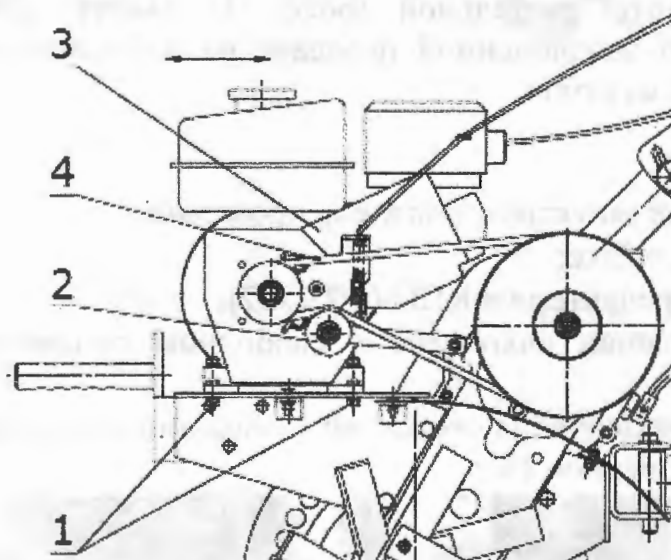
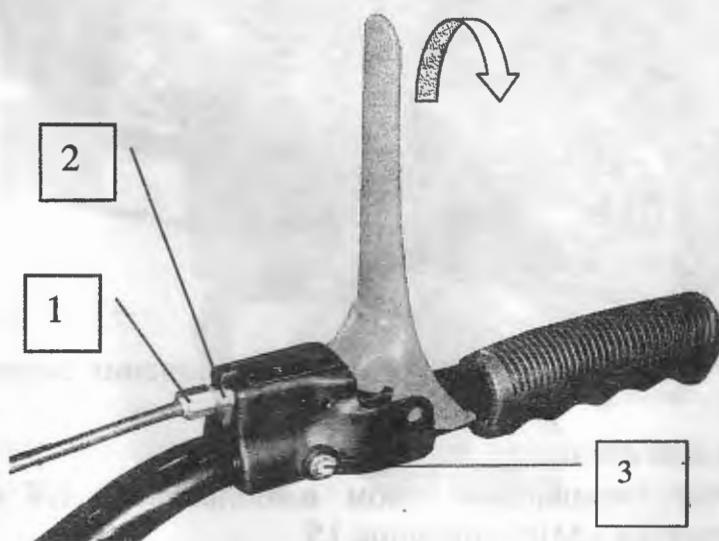

Рисунок 12 – Регулировка клиноременной передачи
Рисунок 13 – Механизм управления сцеплением.
Предварительно вывернув гайки крепления кожуха сцепления 17 (рисунок 4), снимите кожух 16 (рисунок 4) и ослабьте четыре болта 1 (рисунок 12) крепления двигателя 3 к рамам. Отрегулируйте натяжение ремня сцепления 4 перемещением двигателя вдоль рам. Натяжение должно быть оптимальным (расстояние между осями шкивов должно быть около $33 \pm 0,5$ см), но не вызывать вращения фрез. Контроль регулирования можно производить медленной прокруткой двигателя. Дополнительное натяжение осуществляется с помощью натяжного ролика 2 путем изменения положения регулировочного винта 1 (рисунок 13).
Перед началом регулировки закрепите механизм газа на руле винтом поз 3 с самоконтрящейся гайкой как показано на рис. 13 Винт 1 должен быть ввернут до упора. В этом положении при работающем двигателе включите сцепление и проверьте работоспособность мотоблока с полной нагрузкой. В случае проскальзывания ремня увеличьте натяжение ролика путем выворачивания винта. Не забудьте законтрить винт гайкой 2.
- что рычаг сцепления находится в свободном положении (рисунок 13, не удерживайте его);
После того, как двигатель достиг необходимого числа оборотов, медленно нажимайте на рычаг сцепления до его полного прикосновения с рукояткой руля (рисунок 13), то вызовет вращательное движение фрез. До приобретения соответствующего навыка включение сцепления рекомендуется производить в таком положении мотоблока, когда ножи фрез приподняты и не касаются земли.